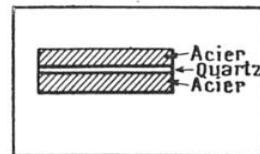

FIG. 3. — COUPE D'UN « TRIPLET » PIÉZOÉLECTRIQUE
La piézoélectricité fournit donc un moyen de transformer des oscillations électriques en des sons de telle fréquence qu'on pourra désirer ; mais, lorsqu'on applique à ce problème les formules de Curie, on constate que les amplitudes vibratoires réalisables sont trop faibles ; ainsi, avec un générateur de 3 000 volts et un quartz de 10 cm, l'amplitude n'atteindra que 6,45 cent-millièmes des dimensions choisies. C'est ici qu'intervient l'ingénieuse découverte de M. Langevin, qui a permis d'acroître, dans de larges proportions, l'amplitude vibratoire. Sur les deux faces de la lame de quartz sensible, collons à la bakélite deux plaques d'acier dont l'épaisseur est choisie de telle sorte que l'ensemble soit en résonance avec les vibrations imposées au quartz ; ces vibrations, amplifiées par celles de l'acier qui les « sandwich », prennent alors une amplitude notable : ainsi, lorsque le générateur électrique produit des oscillations de fréquence 38,400, il suffira de doubler une lame de quartz épaisse de 5 mm avec deux lames d'acier de 30 mm pour constituer un « triplet piézoélectrique » (fig. 3) qui, pour un même voltage, produira des amplitudes vibratoires vingt-cinq fois plus grandes que celles qu'on pourrait obtenir avec une dalle formée uniquement de quartz, et de même épaisseur totale 65 mm (1) ; quant à l'énergie vibratoire émise, comme elle est proportionnelle au carré de l'amplitude, elle est multipliée par 625.